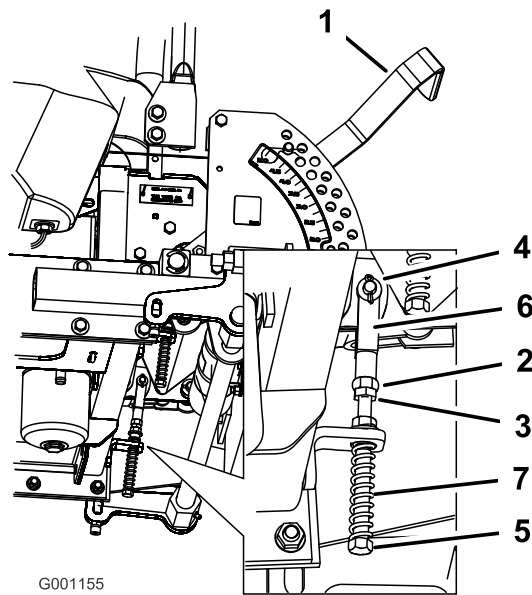

Bild 74
8. Sollte eine Einstellung erforderlich sein, lockern Sie die Mutter und die Klemmmutter gegen das Joch (Bild 74).
entsprechende Richtung, bis der Schalthebel in der Neutralsperrstellung zentriert ist (Bild 74).
10. Ziehen Sie die Mutter und die Klemmmutter an (Bild 74).